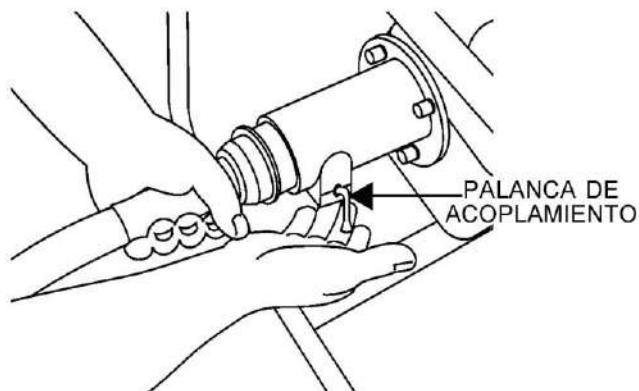

FIGURA 12. PALANCA DE ACOPLAMIENTO
2. Se introduce el acoplamiento del conjunto dentro del tubo cañón asegurándose que la palanca este hacia abajo, y verificando que las muelas del acoplador coincidan para que el acoplamiento macho llegue hasta su tope. Figura 12.